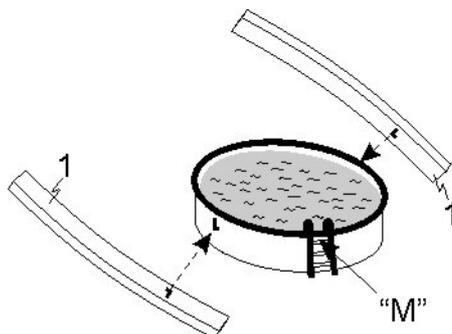

Abb.1.1
### Schritt 1: Markierungen am Schwimmbaden (Abb. 1.1 und 1.2)
Ausgangspunkt >M< abgemessen (Abb. 1.1).
**Das kürzere Ende gemessen vom „L“ liegt näher der Einstiegsleiter (Abb. 1.1).**